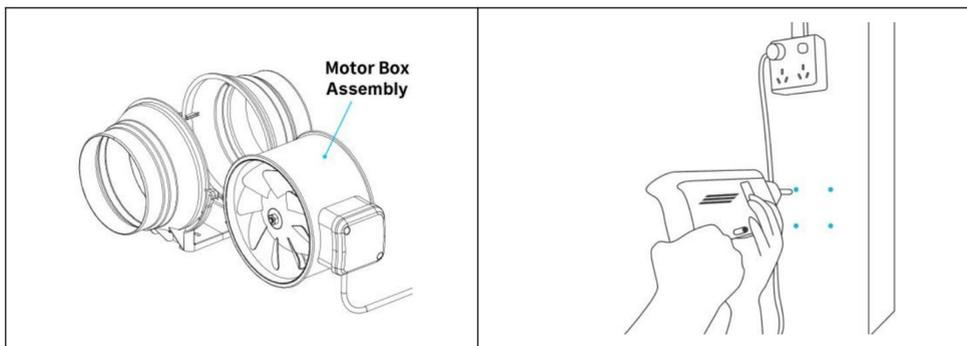

Fig.4.
4. Borra fyra hål i de markerade platserna. Se till att ditt monteringsområde är strukturellt stabilt och fritt från hinder. Se (Fig.4.)